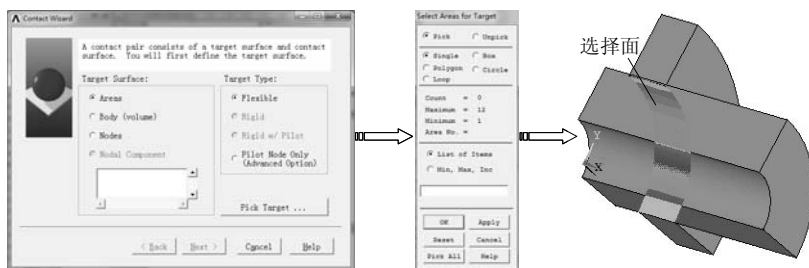

图 9-107 选择目标面
2) 单击按钮，弹出“Contact Wizard”对话框，指定接触目标表面为“Areas”，然后单击“Pick Target”按钮，弹出“Select Areas for Target”对话框，选择圆盘的盘心面，然后单击“OK”按钮返回，如图 9-107 所示。单击“Contact Wizard”对话框中的“Next”按钮